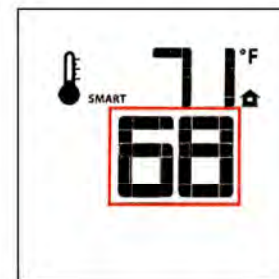

Figure 77. Réglage de température (mode Smart)
- Pour ajuster la température, appuyez sur les touches fléchées Haut et Bas, jusqu'à ce que le réglage de température désiré soit affiché. Fig. 77.